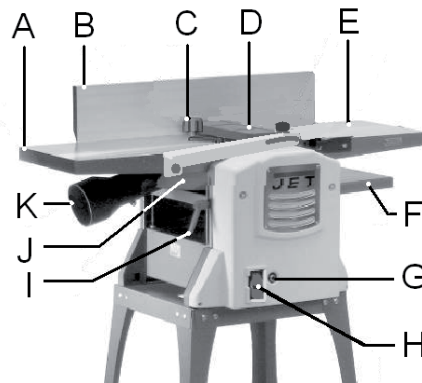

Рис. 7
- Ви можете вмикати та зупиняти верстат за допомогою кнопки ON (УВІМК)/OFF (ВИМК) (H, Рис. 7).
- У випадку перевантаження верстата буде спрацьовувати захист двигуна від перевантаження (G).